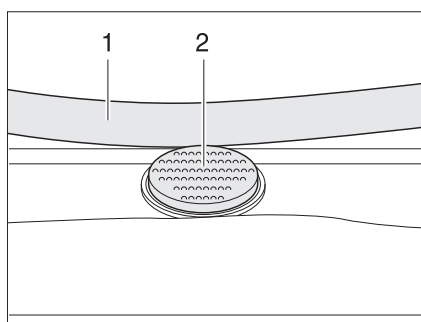

Fig. 64 Botón de seguridad en la claraboya Heki
- Pulsar el botón de seguridad (Fig. 64,2) y tirar la horquilla (Fig. 64,1) hacia abajo con ambas manos.
- Presionar el estribo hacia arriba con ambas manos hasta que la horquilla se encuentre encima del botón de seguridad (Fig. 64,2).